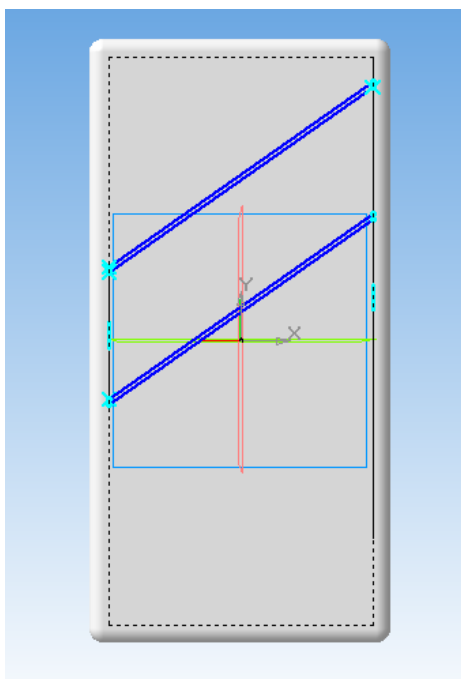

Рис. 8. Эскиз линий задней стенки.
3. Создание эскиза двух секущих «линий» шириной 1мм (рис. 8).